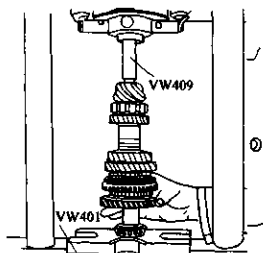

图 3-99 安装内后轴承
11) 装上一档齿轮的滚针轴承。如果更换以下任何一个零件，就应重新计算调整垫片  $s_3$  的厚度：①轴承支座；②输出轴的后轴承；③一档齿轮的滚针轴承内圈；④主减速器从动锥齿轮和主动锥齿轮总成。
- 12) 装上内后轴承，如图 3-99 所示。